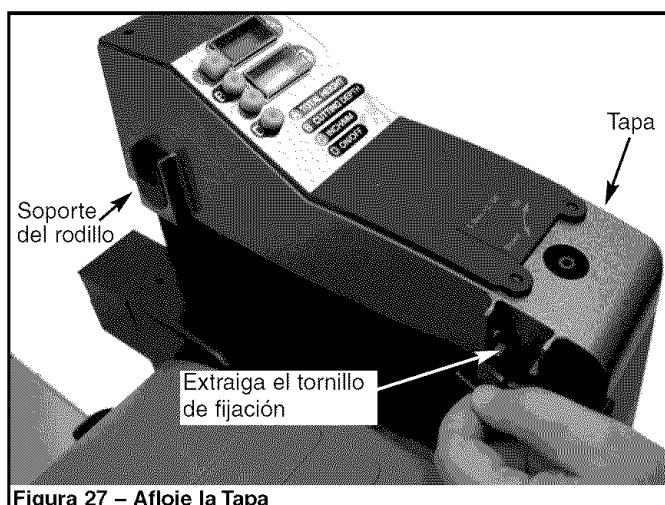

Figura 27 – Afloje la Tapa
- Extraiga los rodillos de retorno. Apalancue los soportes del rodillo hacia arriba y fuera de la tapa. Extraiga el tornillo de fijación de cada columna debajo de la tapa (vea la Figura 27).